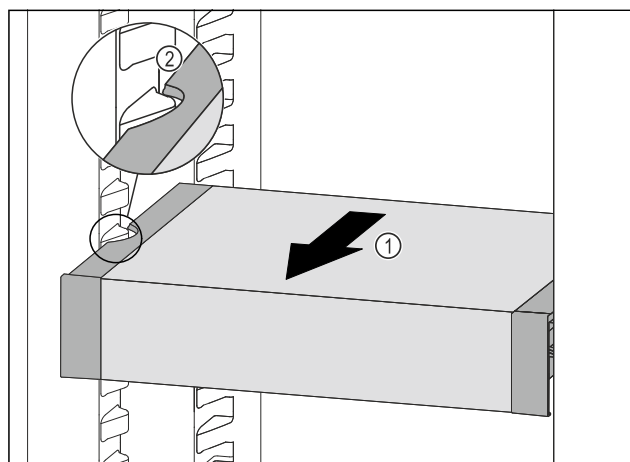

Fig. 145
- Tirer le VarioSafe vers l'avant *Fig. 145 (1)* jusqu'à ce que les encoches latérales du VarioSafe se trouvent au niveau de la nervure du bac dans la partie réfrigérateur. *Fig. 145 (2)*